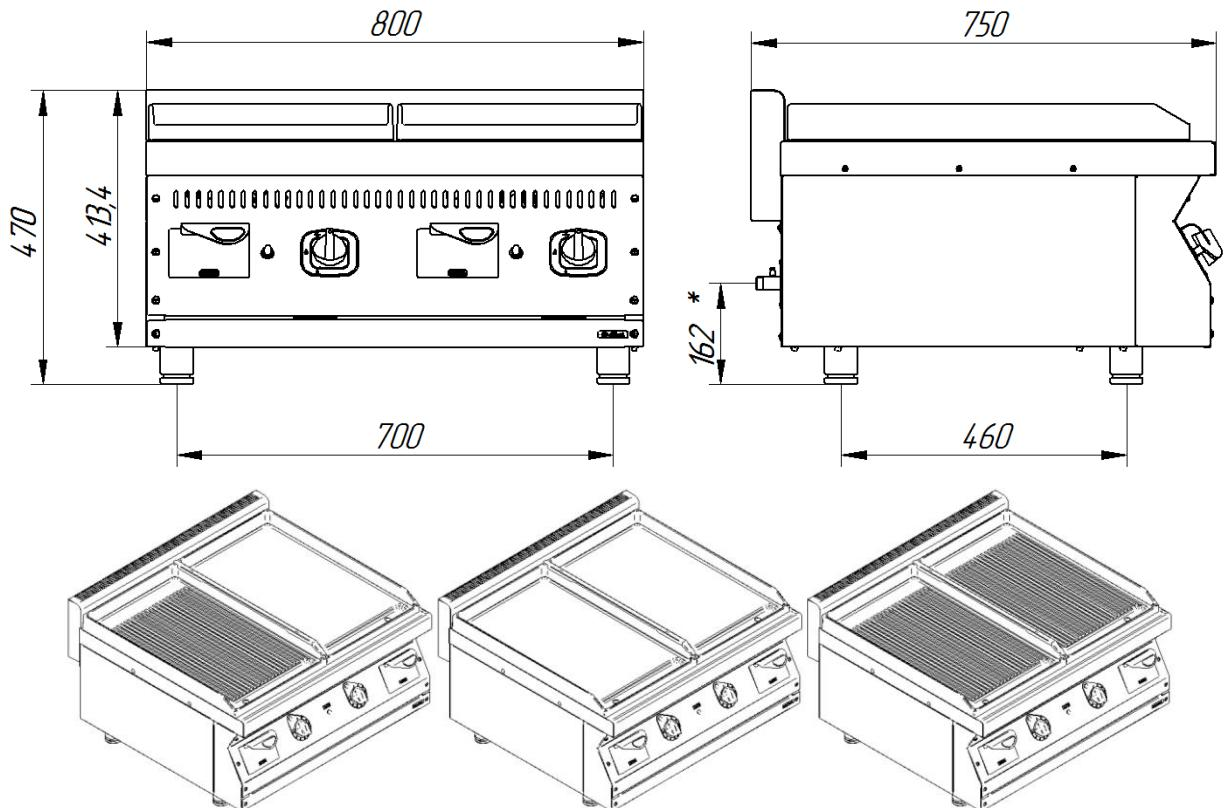
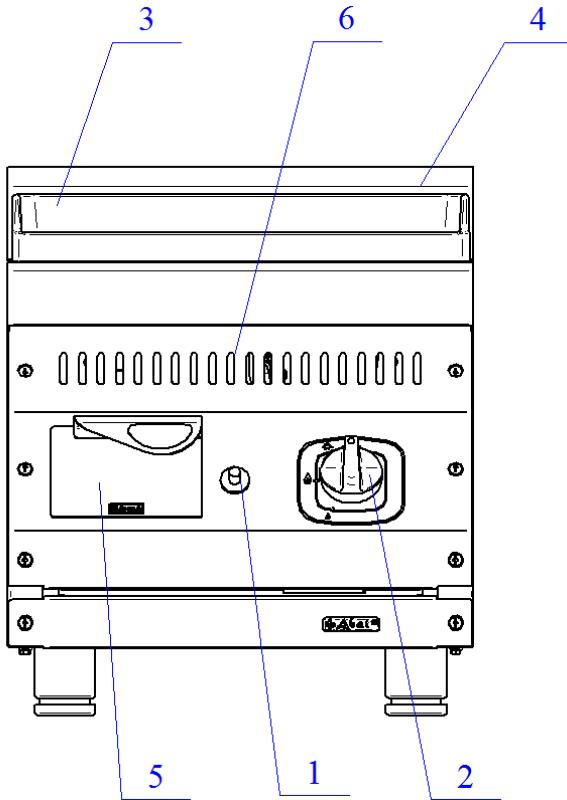

Рис. 2 - Общий вид ГАКО-80/2Н-Ч -00, ГАКО-80/2Н-Ч -01, ГАКО-80/2Н-Ч -02,
Рис. 1. Аппарат газовый
4.1. Устройство аппарата газового показано на рис.1.
Нажмите на ручку крана горелки и поверните ее против часовой стрелки, установив символ искры зажигания напротив метки на панели управления (рис. 2а). Нажав до упора, одновременно произведите поджог газа при помощи пьезорозжига. Удерживайте ручку крана в течение не менее 15 секунд, после чего отпустите. После проведения вышеуказанных операций необходимо проконтролировать наличие горения газа, для чего необходимо посмотреть в смотровое окно 6 (рис.1), в котором можно наблюдать наличие пламени. Пламя должно быть устойчивым. Если пламя не горит, повторите операцию.
Для включения основной горелки поверните ручку от позиции символа искры зажигания против часовой стрелки к символу большого огня (рис. 2б). Для уменьшения пламени до минимума поверните ручку против часовой стрелки до символа малого огня (рис. 2в). Чтобы выключить основную горелку поверните ручку по часовой стрелке к позиции символа искры зажигания (рис. 2а). После этого будет гореть только запальная горелка (пилот).
Для полного выключения горелки поверните ручку по часовой стрелке до позиции «Выключено» (рис. 2г).
Рис.2а
Рис.2б
Рис.2в
Рис.2г